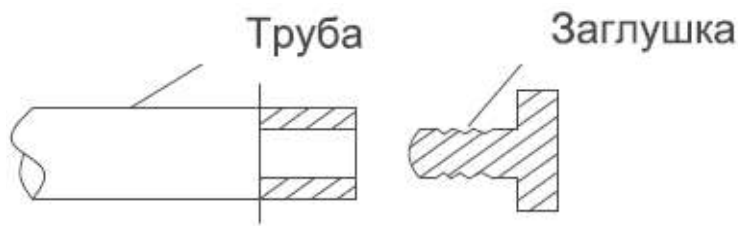

Рис. 12.9
- 5) На другой конец трубы (например, для внутреннего блока А) установите заглушку (рис. 12.9).